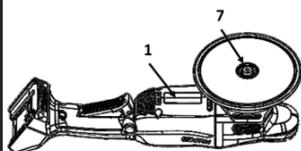

Fig.2
- Apriete el tornillo de fijación del plato de apoyo (7) usando la llave Allen (10) (Fig. 2);